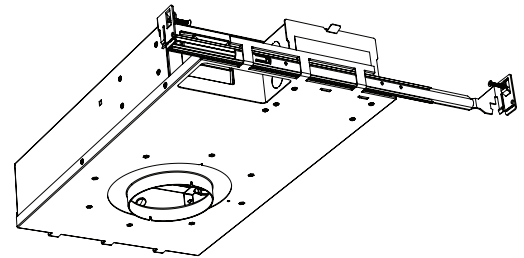

fig. 3
- Insérez la barre de fixation extérieure dans les mêmes fixations du boîtier, en verrouillant les moitiés intérieure et extérieure. Assurez-vous que la vis se trouve en haut (voir la fig. 3).
- Vissez l'extrémité des deux barres dans les solives en bois pour fixer le boîtier (voir la fig. 3).